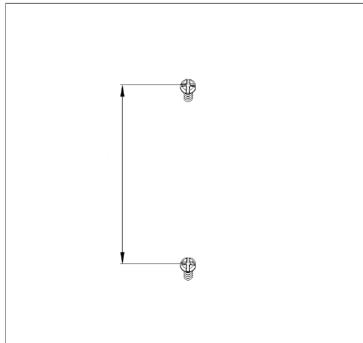

Рис. 1
- С помощью электрической дрели отметьте и аккуратно просверлите в нужном месте на стене два отверстия, расположенных вертикально на расстоянии 71.5 мм друг от друга (Рис. 1). Вставьте в них винты размером M4 x 20 мм.